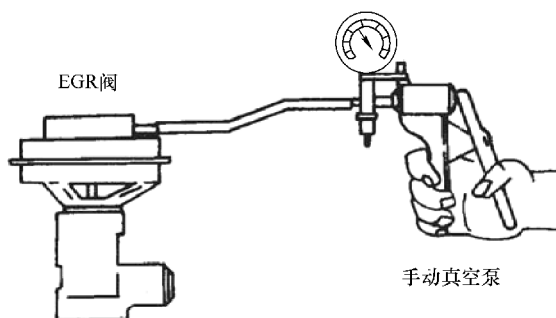

图 16-4 EGR 阀的检查方法
2) 如图 16-4 所示, 用手动真空泵给 EGR 阀膜片上方施加约 25kPa 的真空度, EGR 阀应能开启; 不施加真空度, EGR 阀应能完全关闭。